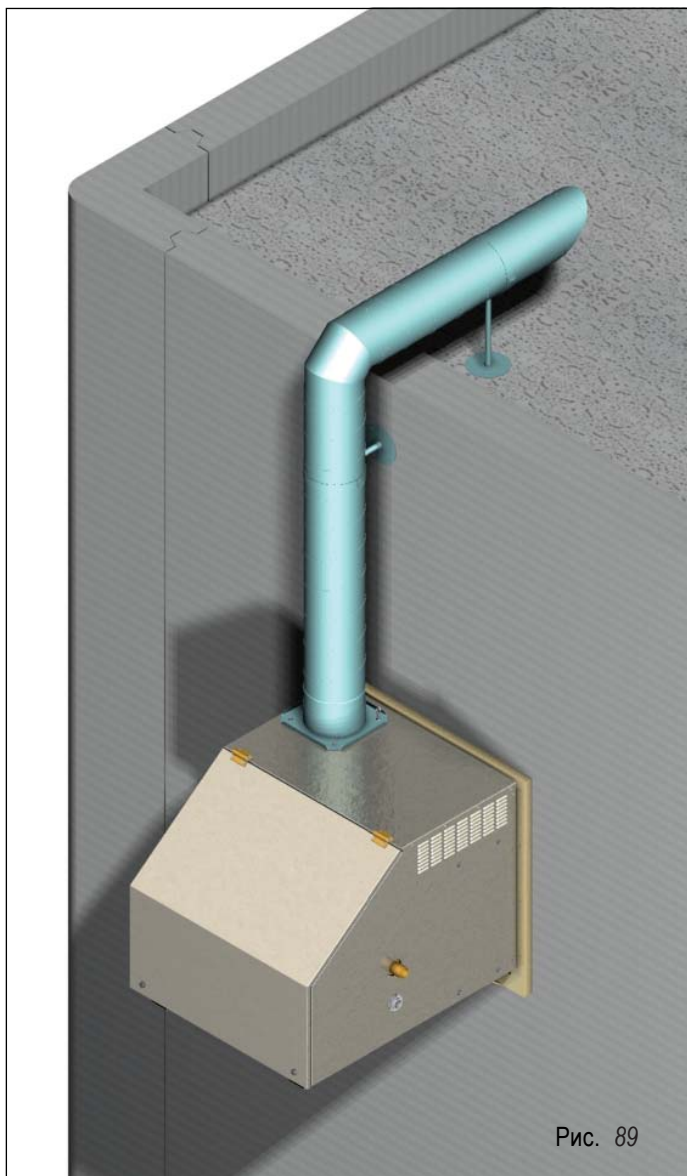

Рис. 89
На рис. 89 показано выполнение дымохода для генераторов модели GSR 200.1 и GSR 300.1, установленных на фасаде. Участки **дымоходной трубы (5)** должны **быть отрезаны в ходе монтажа**. На рис. 90 представлена схема сборки различных компонентов, описанных ниже: 1 Оголовок дымохода; 2 Изгиб; 3 Крепежный хомут; 4 Опорные стойки хомута; 5 Дымоходная труба; 6 Соединение дымохода с генератором; 7 Соединение дымоход-генератор.